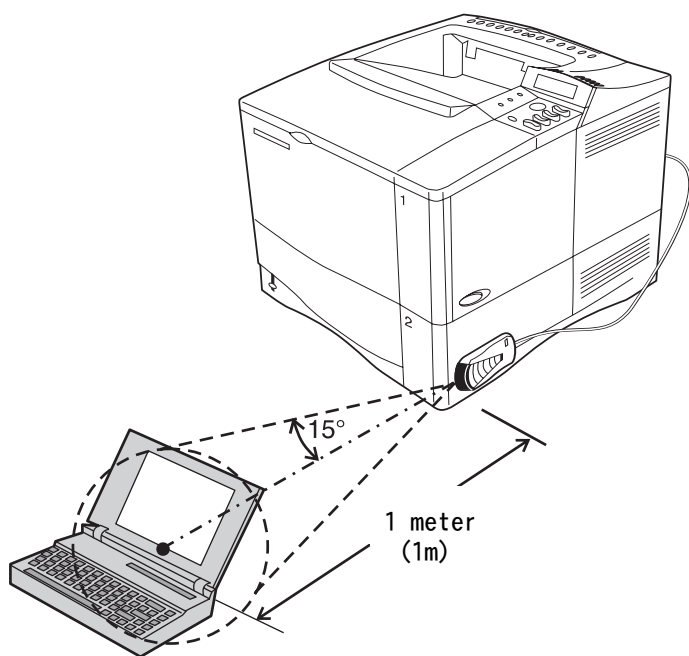

図 5 印刷に必要な機器の配置
1. ポータブル コンピュータ（または、IRDA 準拠の IR ウィンドウが付いたその他の機器）を、HP Fast InfraRed Receiver から 1 m（2 ～ 3 フィート）以内に配置します。印刷するための良好な接続を確保するには、IR ウィンドウが $\pm 15^\circ$ の角度になっていなければなりません。図 5 に、印刷するために必要な機器の配置を示します。
ステータス インジケータが点灯しない場合、HP Fast InfraRed Receiver の位置を送信側の機器の IR ポートに合わせ直して、全機器の配置を図 5 に示すように保ち、印刷ジョブを再送信してください。用紙を挿入するためなど、機器を移動した場合は、図 5 に示すように、すべての機器が動作範囲に収まっていることを確認してください。動作範囲外であると、必要な接続が維持されません。印刷ジョブの終了前に接続が切れた場合、HP Fast InfraRed Receiver のステータス インジケータがオフになります。40 秒以内に接続を回復して、ジョブを継続する必要があります。この時間内に接続を回復すれば、ステータス インジケータが再び点灯します。
送信側のポートが動作範囲の外に移動したり（図 5 を参照）、ポート間の障害物のために伝送が 40 秒間以上中断した場合、接続は永久的に切れてしまいます。（この障害物には、手、紙、直射日光などが考えられます。）ジョブのサイズによっては、パラレル ポートにケーブルを直接接続して印刷した場合に比べ、HP Fast InfraRed Receiver による印刷のほうが多少時間がかかることがあります。